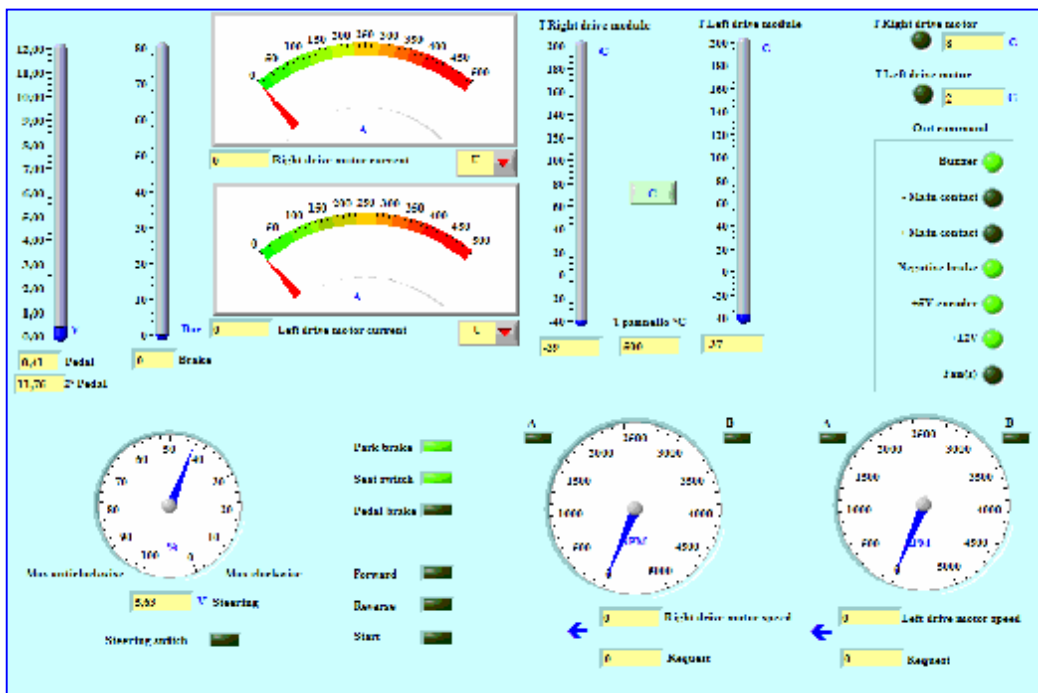
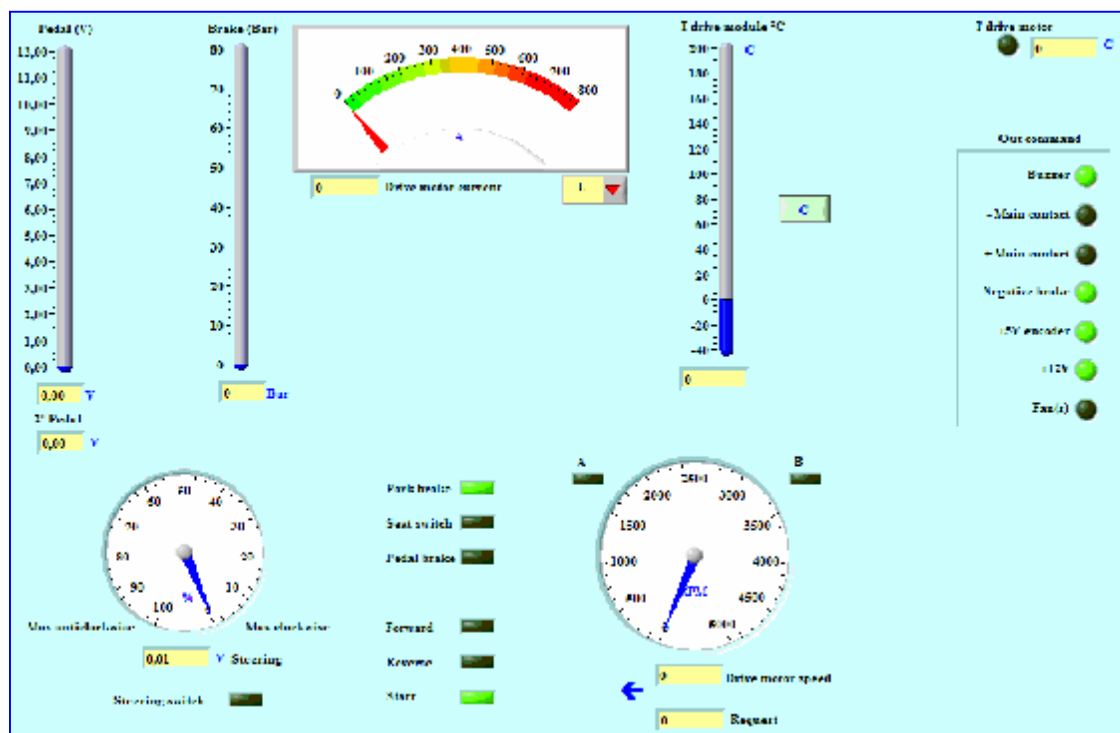

图11： 双电机应用程序的行走电机测试菜单
图12: 单电机应用程序的行走电机测试菜单
启动EYEPLUS软件，您的系统内存就开始读取，从而知道哪种卡车模式被连接，并且恰当地客户化所有菜单（实际上不止一种升降机模式可用）。例如，当分别有两个行走电机（图11）和只有一个行走电机（图12）时，就会有两种不同的行走电机测试菜单。
- “行走电机”菜单 其中包括双电机应用程序（图11）和单电机应用程序（图12）